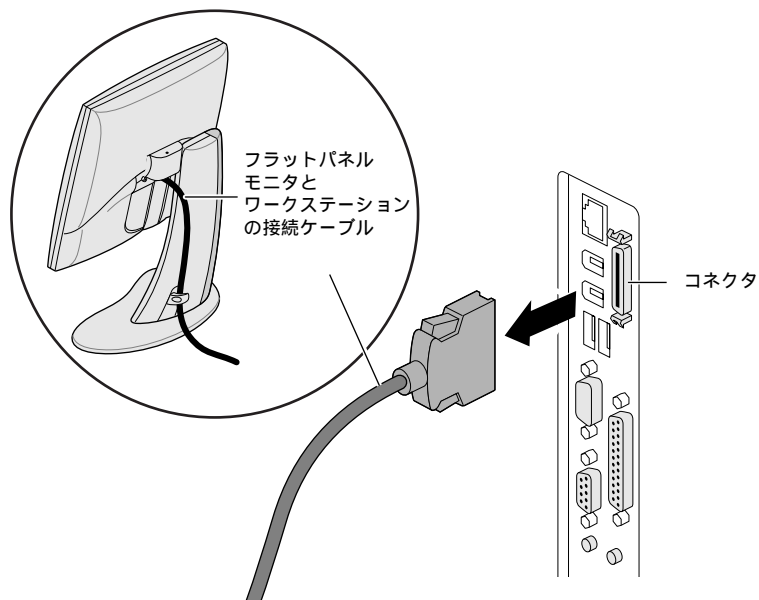

図 5-11 フラットパネルとワークステーションの接続ケーブルの取り外し
6. Silicon Graphics 540 Visual Workstation の背面からフラットパネルのケーブルを外します (図 5-11)。